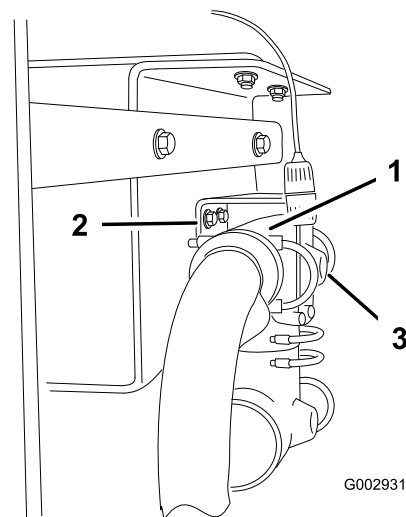

Figura 12
7. Faça, com cuidado, um furo (com 6 mm de diâmetro) na face do pórtico existente na parte traseira do T (Figura 12).
6. Desmonte os dispositivos de fixação do T situados por trás da válvula de alimentação da rampa, para que o T se desloque para baixo, ficando suspenso nos tubos (Figura 12).